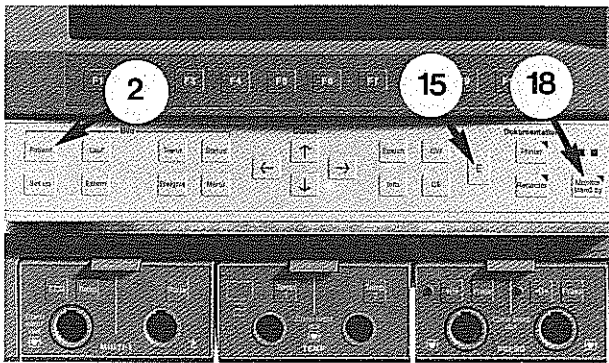

Bild 3
- * Drücken Sie die Taste (2) **Patient** (Bild 3). Es erscheint Bild 2 zum Aufnehmen eines neuen Patienten oder zum Ändern einzelner Patientendaten. (Dieses Bild erscheint auch, wenn Sie das Gerät mit Taste (18) **Monitor stand by** aus dem Stand-by-Betrieb wieder einschalten.)
- * Stellen Sie den Cursor mit den Pfeiltasten auf Ja und drücken Sie die Taste (15) E (Bild 3).